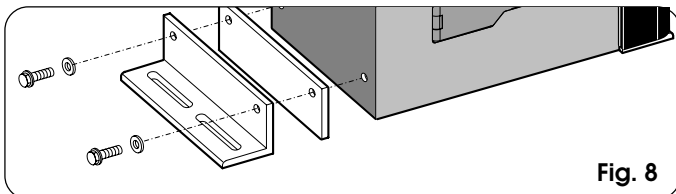

Fig. 8
- 1) Assembler sur l'opérateur les cornières de fixation et les entretoises antivibratoires d'après la Fig.8.